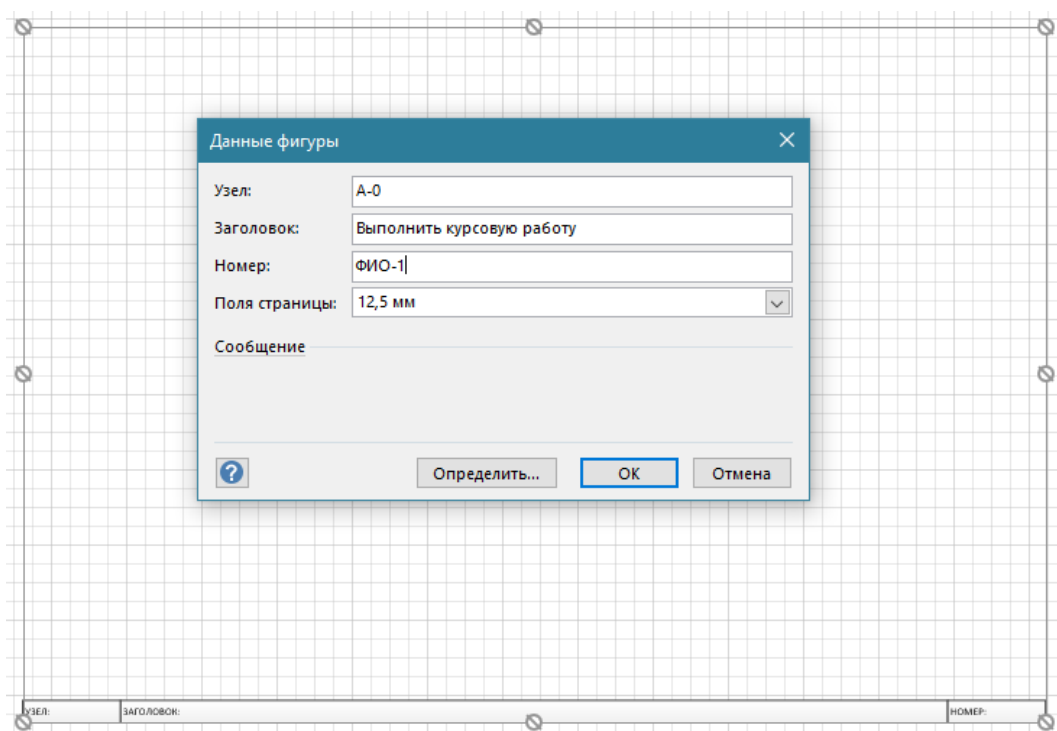

Рисунок 1.9 – Мастерская страница
- 3) Заполнить поле «Заголовок», предложенное в открывшемся окне: внести номер контекстной диаграммы и имя рассматриваемого процесса, в данном случае: *A-0 Выполнить курсовую работу* (рис.1.9);